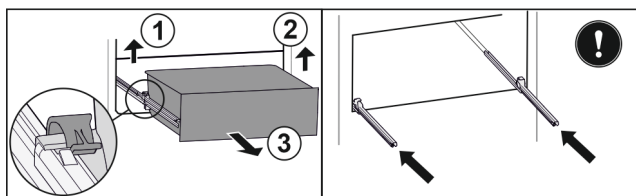

Fig. 111
- ▶ Zvedněte levou svorku a současně vytáhněte zásuvku vlevo dopředu. Fig. 111 (1)
- ▶ Zvedněte pravou svorku a současně vytáhněte zásuvku vpravo dopředu. Fig. 111 (2)
- ▶ Vyjměte zásuvku dopředu. Fig. 111 (3)